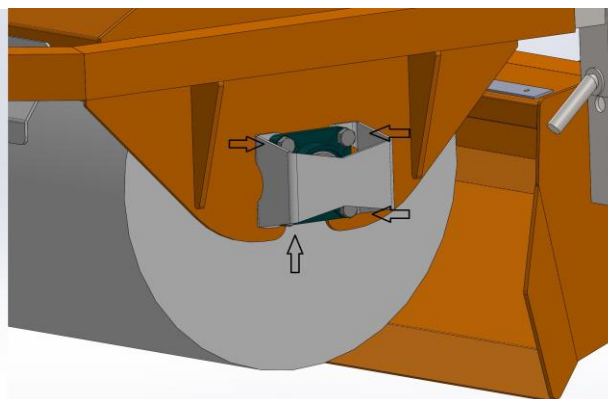

Fig. 3 Lagerenhet
2. Skruva loss lagerskruvarna och ta bort lagret (Fig.3)